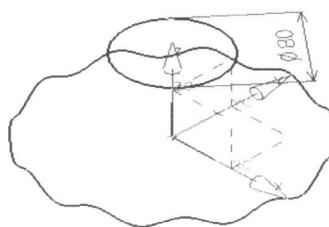

图1-4
- 在高度为“90”处绘制直径为“80”的圆，圆心落在 zc 轴上，结果如图 1-4 所示。